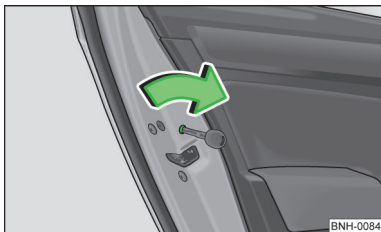

Abb. 9
- Den Schlitz der Sicherung in Pfeilrichtung drehen » Abb. 9 (bei der rechten Tür spiegelverkehrt).